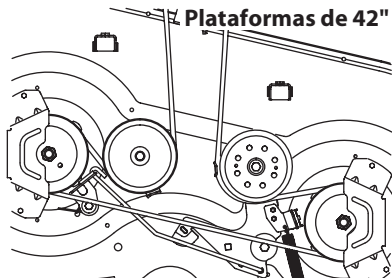
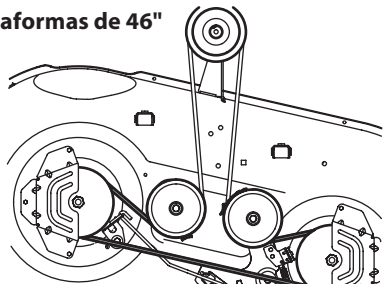
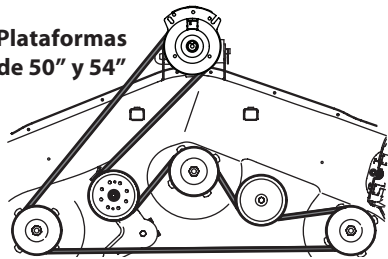

Figura 52
Figura 53
Figura 54
- Coloque la correa nueva como se muestra en la figura correspondiente en las páginas siguientes. Consulte la Figura 52 para plataformas de 42", la Figura 53 para plataformas de 46" y la Figura 54 para plataformas de 50" y 54".